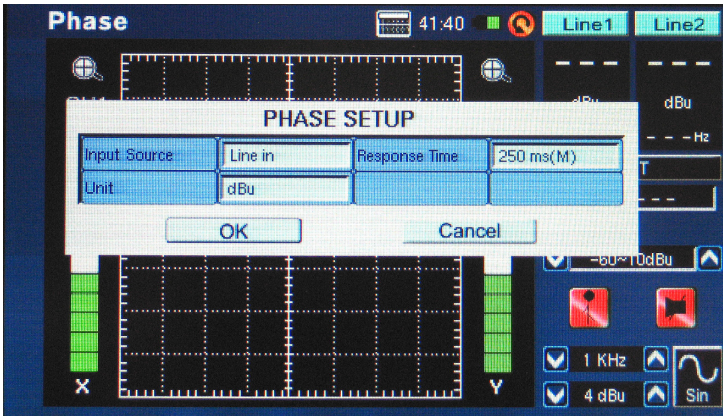

图 50
1. 进入Phase功能下的SET菜单。用户可调节输入声源, 单位和响应时间。将输入声源设定为“Line In”(图50)。单位对于相位表本身的测量结果并不重要, 但是最好将单位设置成与输入信号一致。选择“OK”返回相位表功能。